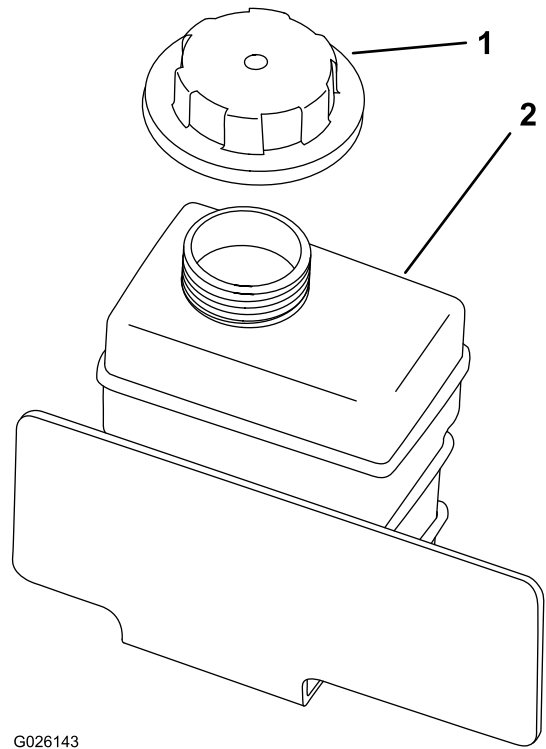

Figura 56
4. Retire el tapón del depósito auxiliar (Figura 56).
8. Llène lentamente el depósito auxiliar de refrigerante hasta que el nivel llegue al borde inferior del cuello de llenado (Figura 56).
9. Instale el tapón del depósito auxiliar (Figura 56).